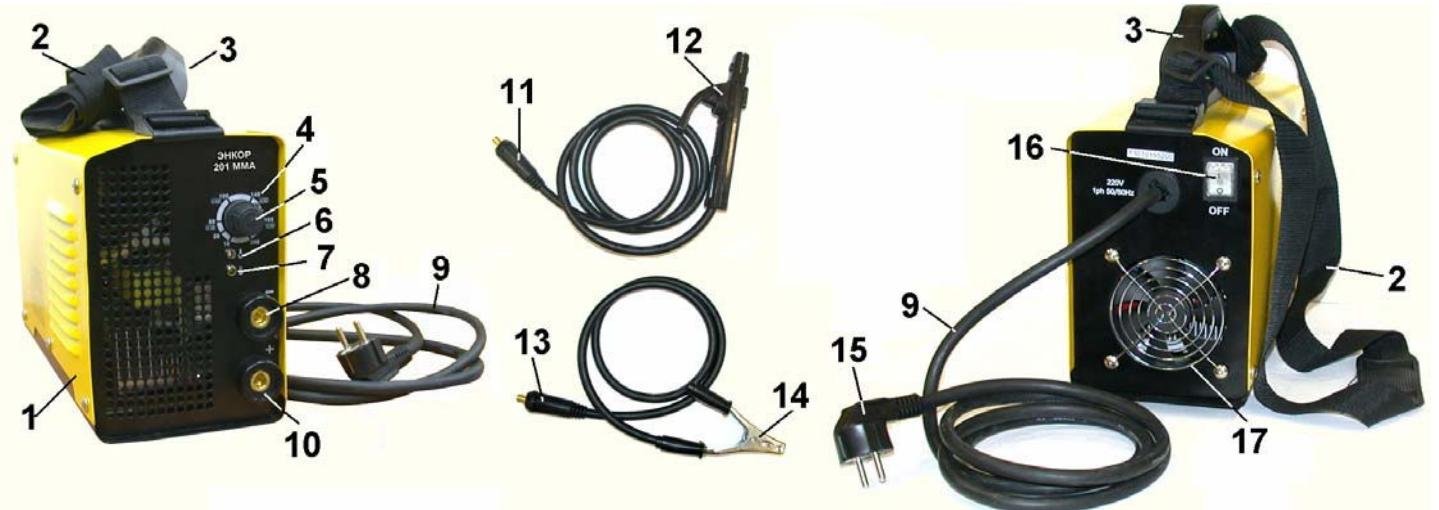

Рис. 2
7. УСТРОЙСТВО Рис. 2
8.1. Сборка, Рис. 2
Регулировка (плавная) сварочного тока производится ручкой (5) по градуировке шкалы (4), Рис.2. Установки режима зависят от методов сварки, диаметра и вида сварочного электрода, материала и толщины металла свариваемых заготовок и определяются по контролю качества сварки, навыками работы и по справочной литературе.